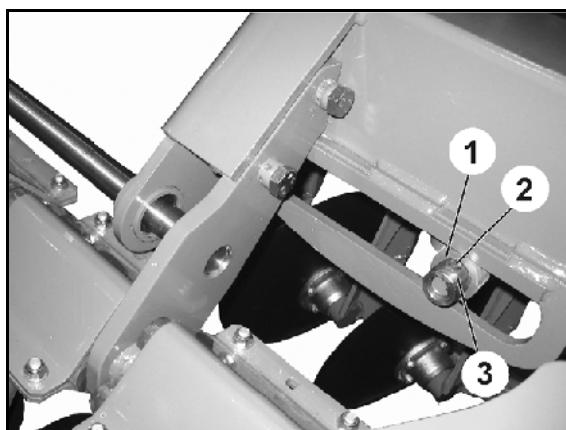

Fig. 55
Ved udskiftning af ruller (Fig. 55/1) skal den udklappede maskine sættes ned, så rullen er spændingsfri.
1. Løsn forskruningen (Fig. 55/2).
2. Træk muffen (Fig. 55/3).